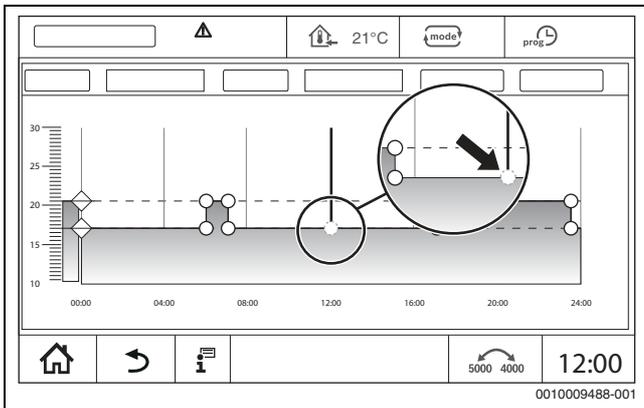

Рис. 28 Добавление точки переключения
- ▶ Коснитесь точки переключения (→ рис. 28, стр. 24) и потяните на ближайшую точку переключения.